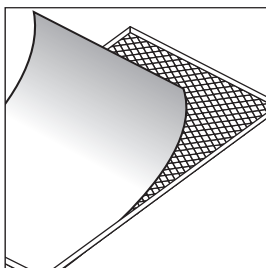

FIGURE 4
3. If your speaker model features a removable fabric scrim, carefully remove it by peeling it away from the inside of the grille. Place this on a clean, flat surface where it will not get wrinkled [Figure 4].
3. Si la grille de votre haut-parleur est munie d'une toile intérieure, retirez-la délicatement. Posez-la ensuite sur une surface propre et plate pour qu'elle ne se froisse pas [Figure 4].